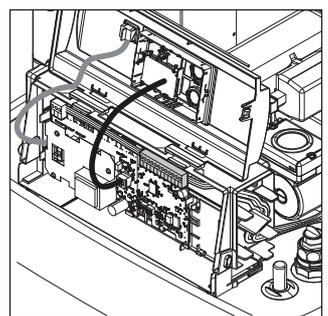

Bild 4-23 Verkabelung in die Regelung verlegen und elektrische Anschlüsse herstellen.
- Verkabelung in das Regelungsgehäuse verlegen und elektrische Anschlüsse herstellen (Bild 4-23).